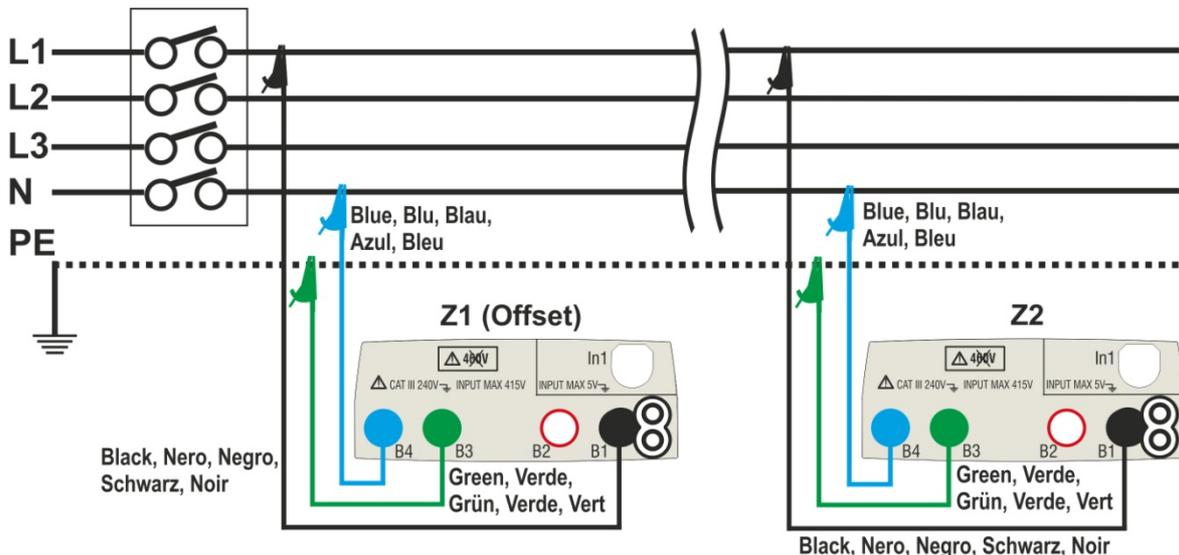

Abb. 32: Verbindung des Gerätes für die Messung des Spannungsabfalls in L-N Modus
6. Gehen Sie zum Punkt 9 falls Sie den Z1 (Offset) Wert manuell eingegeben haben. **Falls Sie den Z1 (Offset) Wert NICHT manuell eingegeben haben**, schließen Sie das Gerät an den Anfangspunkt der zu messenden Leitung (typisch nach der Schutzeinrichtung) in Einklang mit Abb. 32 oder Abb. 33 zur Durchführung der ersten **Z1 (Offset)** Impedanzmessung. In diesem Fall wird das Gerät die Impedanz vor dem Anfangspunkt der Leitung messen, und sie als Anfangsbezugswert betrachten. Die folgende Bildschirmseite (der L-L Messung) erscheint im Display
9. Schließen Sie das Gerät an den Endpunkt der zu messenden Leitung in Einklang mit Abb. 32 oder Abb. 33, um die Impedanzmessung am Ende der Leitung **Z2** durchzuführen. Der hier nebenstehende Bildschirm erscheint im Display. Merken Sie, dass im Display der vorher gemessene **Z1 (Offset)** Wert angezeigt wird